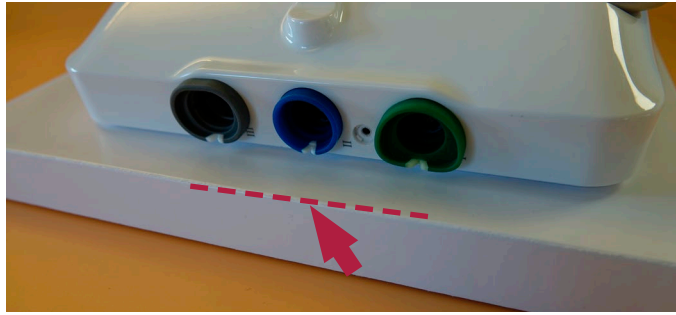

Abbildung 30 Positionieren der rückseitigen Verkleidung, beginnend auf der Seite mit den Farbringen
- c) **Bringen Sie die rückseitige Verkleidung an der Visualisierungseinheit an. Beginnen Sie dabei auf der Seite, auf der sich die Farbringe befinden (Abbildung 30).**